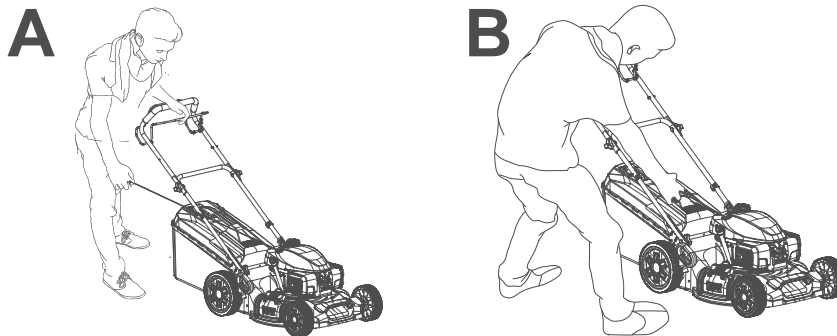

Fig. 24
ADVERTENCIA: La posición inicial debe ser como la descrita en el manual de instrucciones. La Fig. 24 A ilustra la posición de arranque que se ha descrito. El operador debe arrancar el motor detrás de la barra superior del manillar (1). No arranque el motor mientras se encuentre a un lado del producto como se muestra en la Fig. 24 B.